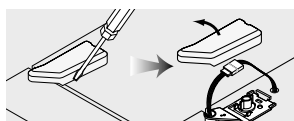

Figura 10
- Retire el tornillo de la tapa de la bisagra superior con un destornillador. Inserte un destornillador delgado en la rendija de la tapa que desea remover. (Figura 10)